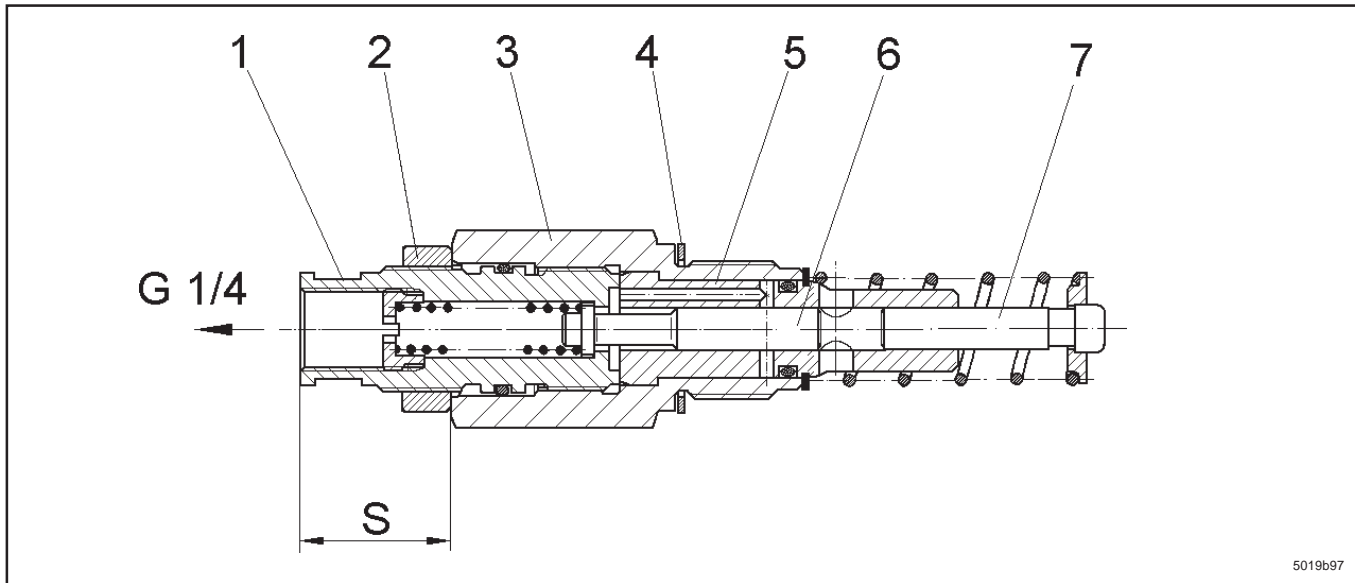
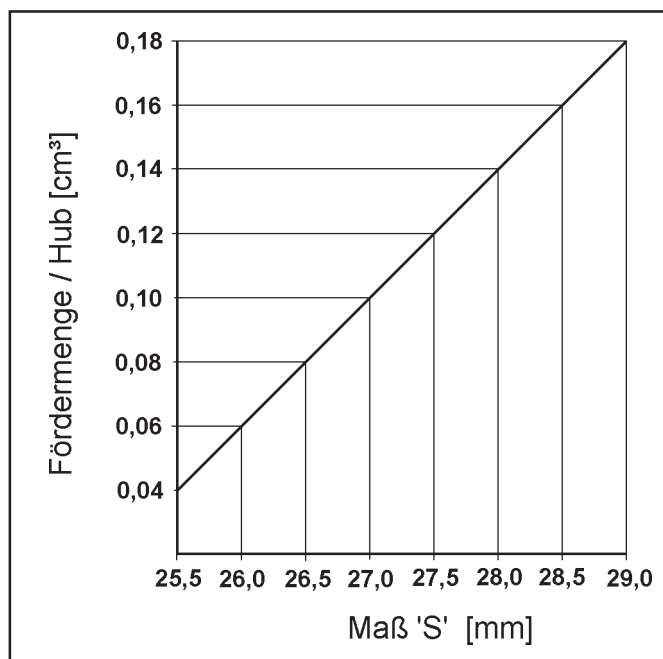

Abb. 4 - Schnittbild regulierbares Pumpenelement
Abb. 5 - Förderdiagramm
- * Die Kontermutter (2, Abb.4) lockern, dabei den Pumpenelementkörper (3) mit einem zweiten Schlüssel festhalten.
- * Regulierspindel (1) mit einem Schraubenschlüssel verstellen:
- Das Maß „S“ in Abb. 4 kann in Abhängigkeit von der gewünschten Fördermenge aus Abb. 5 ermittelt werden.
- * Regulierspindel (1, Abb. 4) aus Pumpenelementkörper (3) heraus-schrauben bis „S“ ca. 30 mm
- * Kontermutter (2) auf den Anschlag an der Regulierspindel (1) einschrauben
- * Regulierspindel (1) mit Kontermutter (2) bis auf Anschlag in den Pumpenelementkörper (3) schrauben
- * Maß „S“ auf gewünschten Wert entsprechend dem Förderdiagramm (Abb. 5) einstellen.